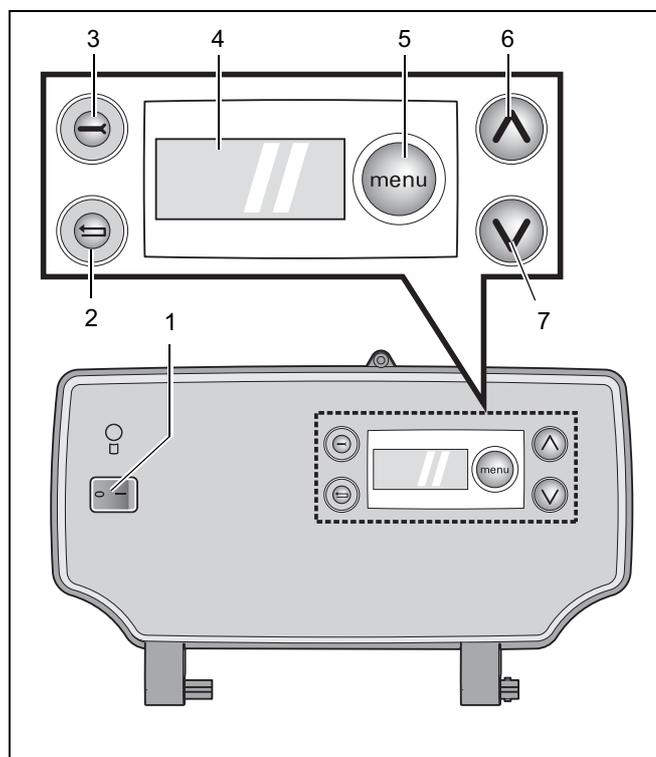
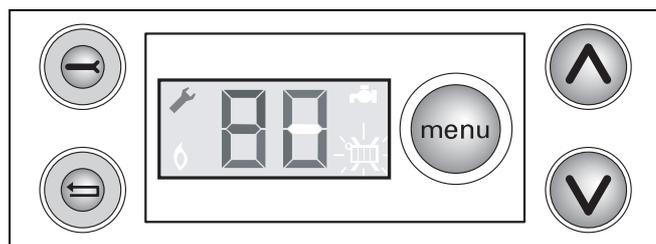
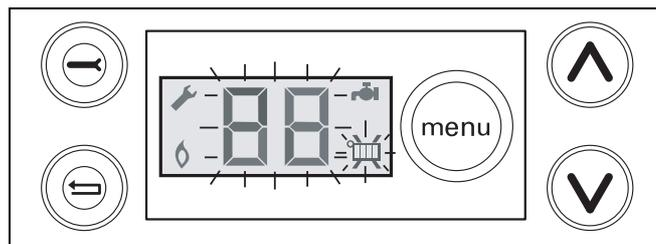

Fig. 22 DBA
Fig. 23 DBA con chiave per bulloni in modalità di servizio
Fig. 24 DBA - menu impostazioni
Azionando l'interruttore di rete (fig. 22, pos. 1) è possibile attivare e disattivare l'alimentazione di rete dell'apparecchio.
Se sul display viene visualizzato un codice di guasto lampeggiante, è possibile riavviare l'apparecchio premendo il pulsante Reset  (fig. 22, pos. 2).
Azionando il tasto Service  (fig. 22, pos. 3), l'apparecchio funziona in modalità di servizio (fig. 23).
Sul display (fig. 22, pos. 4) vengono visualizzate tutte le impostazioni e i codici di errore (fig. 24).
L'impostazione della caldaia può essere visionata sul DBA, usando il tasto Menu , il tasto  e il tasto  (fig. 22, pos. 5, 6 e 7). Vedere menu 3: "Impostazioni" a pagina 22.